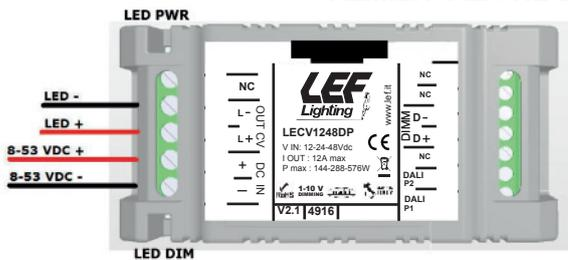

Fig.1
- Il dimmer LECV1248DPB deve essere alimentato secondo la polarità indicata in Fig. 1 attraverso i morsetti DC IN (+ e -).